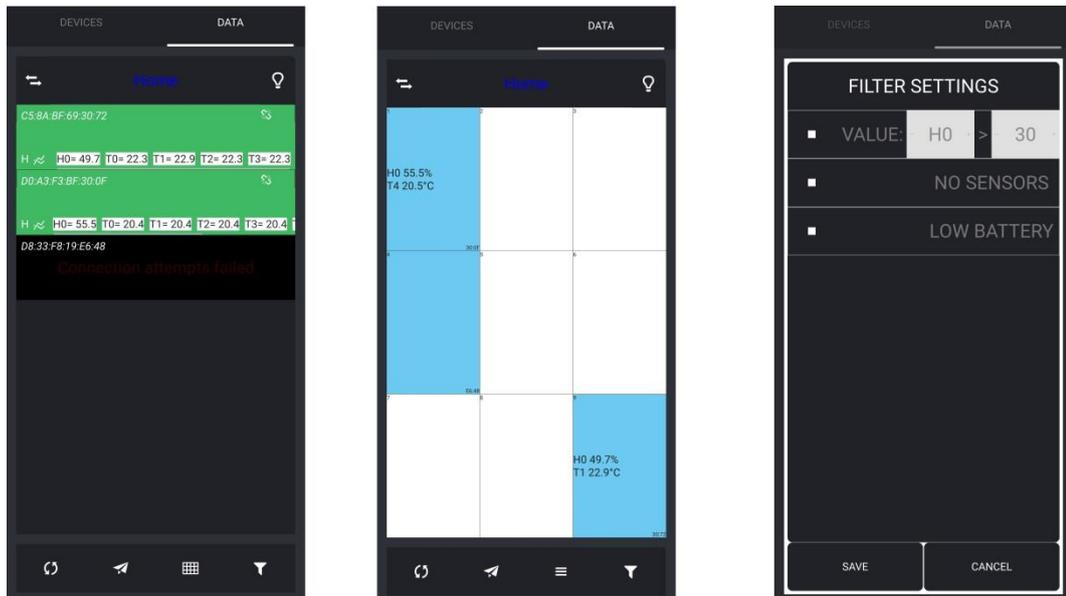

Рисунок 5
При нажатии на эту кнопку (6) происходит переключение на экран “DATA”, содержащий телеметрическую информацию. На Рисунке 3 приведено содержание данной экранной формы. Как отмечалось выше, если для текущей группы было настроено представление в виде сетки, то при отображении формы “DATA” автоматически включается сеточное представление данных (смотри Рисунок 5).